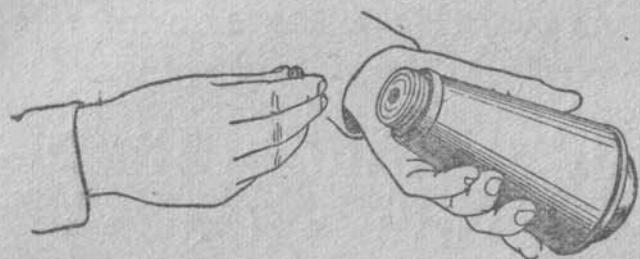

Рис. 8. Как вставлять запал в гнездо корпуса гранаты
2. Вставить запал в гнездо корпуса гранаты (рис. 8).